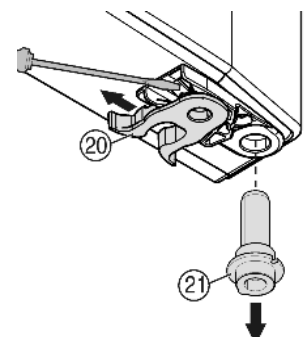

Fig. 8
- ▶ переставить пружинный зажим *Fig. 8 (20)*: Нажмите вниз язычок защелки, снимите с него пружинный зажим.
- ▶ Извлеките опорный палец *Fig. 8 (21)* из втулки двери и вставьте вместе с шайбами на противоположную сторону. Язычок защелки должен быть направлен к внутренней стороне двери, паз — к внешней стороне.
- ▶ Поверните нижнюю часть двери и вставьте опорный палец Fig. 8 (21) в опорный кронштейн. При необходимости покрутите опорный палец, чтобы он смог засколотить.